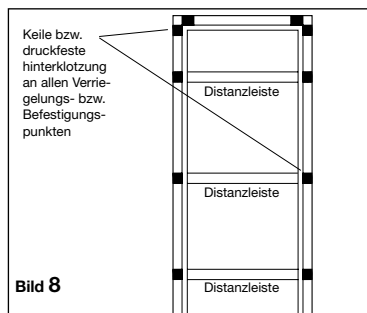

Bild 8
- Futterstock in die Maueröffnung stellen, senkrecht und waagrecht einrichten. Im Schloß- und Bandhöhe ausspreizen und an allen Schließöffnungen druckfest hinterklotzen. (siehe unten Bild 8)
Den Fertigfutterstock nach Standardmontageanleitung zusammenbauen und lose in die Maueröffnung stellen. Wandunebenheiten anpassen, Futterstock mit Wasserwaage einrichten, druckfest hinterklotzen und ausspreizen. (siehe unten Bild 8)